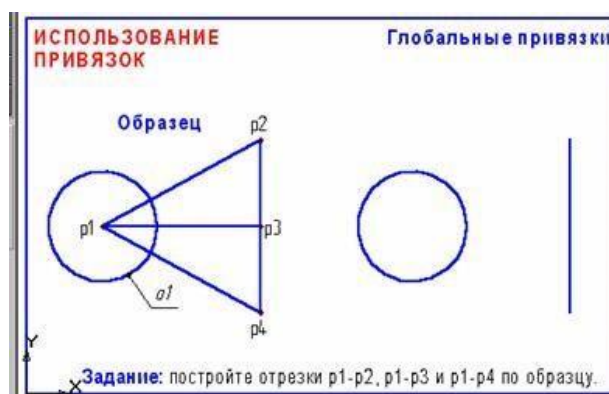

Рис. 6
**Задание 4:** постройте три отрезка p1 – p2, p1 – p3 и p1 – p4 по образцу. Начальные точки отрезков лежат в центре окружности o1, а конечные в начале, в середине и в конце отрезка p2 – p4 соответственно, рис. 6.
2. Постройте окружность o1 и отрезок p2 - p4, как показано на рис. 6.